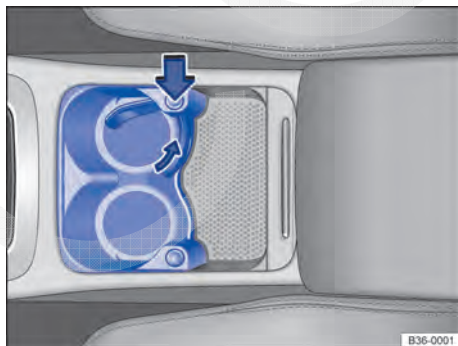

Fig. 128 No console central dianteiro: porta-copos (variante 1). Rebater o suporte no porta-copos aberto.
- Pressionar o botão \Rightarrow Fig. 128 (seta grossa) para girar o suporte para fora.
- Girar o suporte de volta ao console \Rightarrow Fig. 128 (seta menor). O suporte precisa se encaixar.